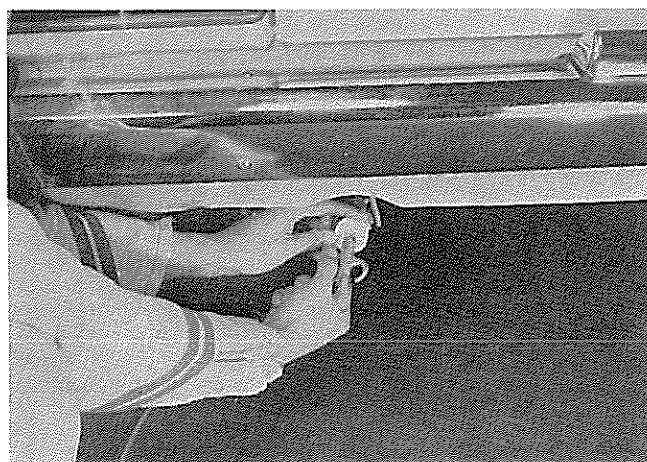

図4-8-29 ガス漏れ点検
(2) ガス漏れ点検を次の方法で行なう。
- ① エンジン回転時に各接続部より漏れないかを点検する。
- ② ①の方法で確認不十分と思われる場合はテールパイプより図4-8-29のように 1 kg/cm2の空気を送つて各接続部からの空気漏れを点検する。